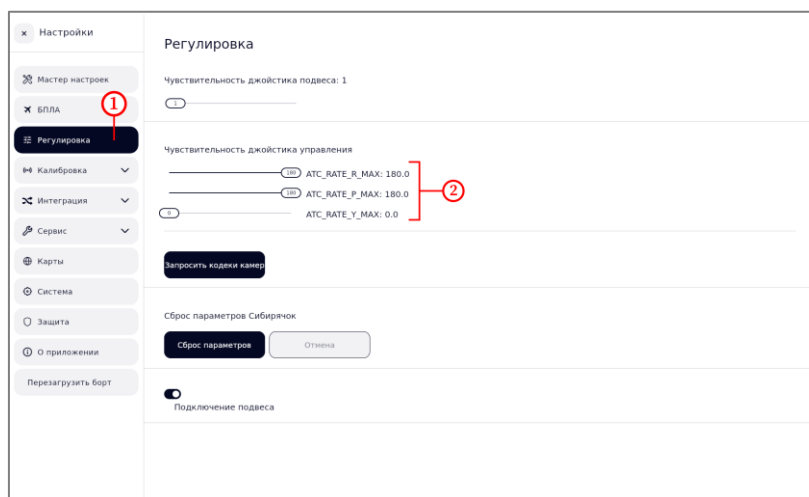

Рисунок 106 – Регулировка чувствительности джойстика управления
- в боковом меню выбрать пункт « Регулировка» (рисунок 106, шаг 1);
- ползунком установить чувствительность требуемого параметра (рисунок 106, шаг 2).